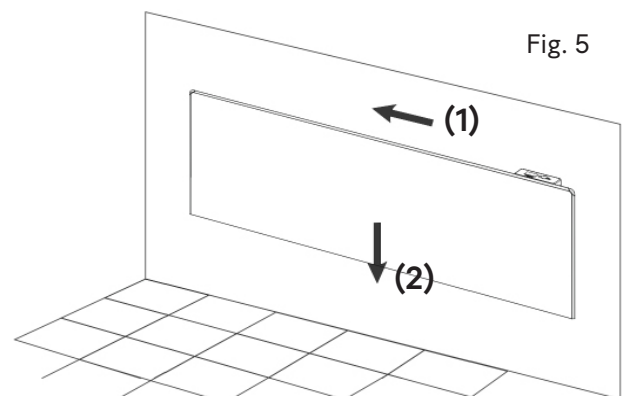

Fig. 5
- Slik fester du enheten: Før panelovnen til venstre (1) og ned (2), slik at skruene havner i øverste posisjon. (Fig. 5)